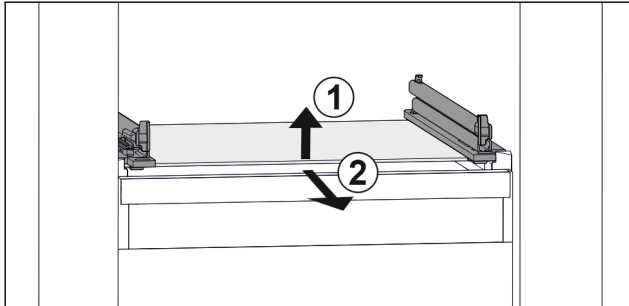

Fig. 53 Beispielhafte Darstellung der Glasplatte
- ▶ Glasplatte vorne anheben. Fig. 53 (1)
- ▶ Glasplatte nach vorne entnehmen. Fig. 53 (2)